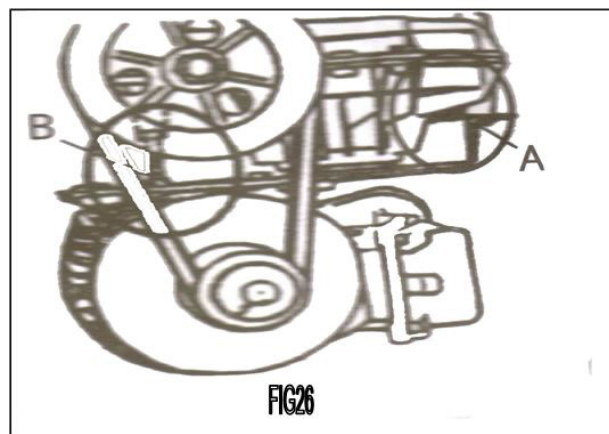

FIG26
6. Kontroller og justér jævnlige spændingen på drivremmen. Justér justeringsmøtrikkerne ved A og B for korrekt spænding. (Fig. 26)